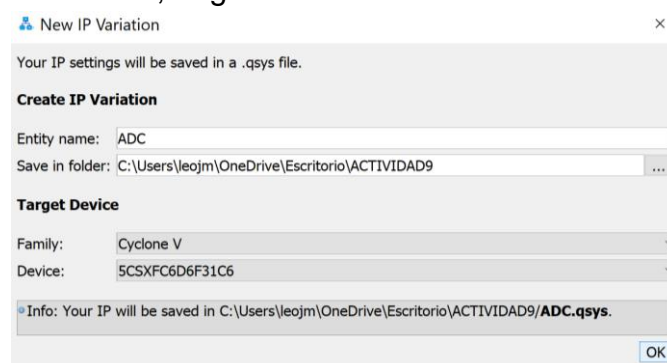

Figura 15. Creación de un bloque IP.
15. Se abrirá la ventana de **Qsys** para establecer diferentes parámetros a nuestro bloque convertidor analógico – digital. Proceda a colocar el nombre “**ADC**” a nuestro archivo de **Qsys**, tal como se visualiza en la Figura 15. Asegúrese que la familia del chip sea **Cyclone V** y el modelo **5CSXFC6D6F31C6**, haga clic en **OK**.